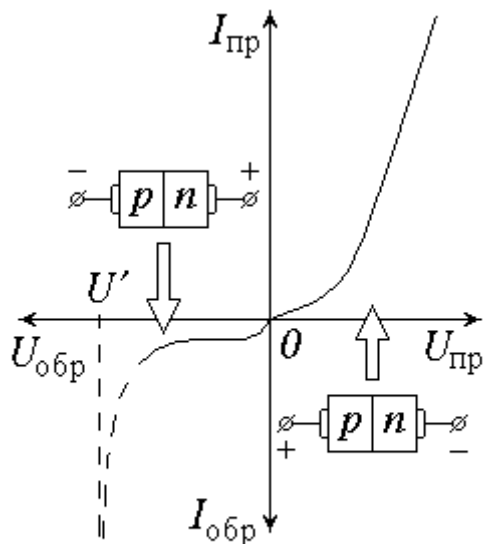

Рис. 47
Если к переходу приложить обратное напряжение, т.е. «+» к *n*-области, а «–» – к *p*-области, то внешнее поле будет сонаправлено с внутренним. И высота потенциального барьера для основных носителей увеличится. Через диод будет протекать очень малый по величине обратный ток, обусловленный движением малочисленных неосновных носителей. Обратный ток $I_{обр}$ слабо зависит от приложенного напряжения U' ; однако при некотором его значении U' наступает пробой, аналогичный пробое диэлектрика, и ток резко возрастает. На рис. 47 показан примерный вид *ВАХ* полупроводникового диода; ее ход при обратном включении изображен в левом нижнем квадранте.
8. По результатам проведенных измерений постройте на одном графике, но в разных масштабах VAX для прямого и обратного включений диода (см. рис. 47). Сделайте выводы.